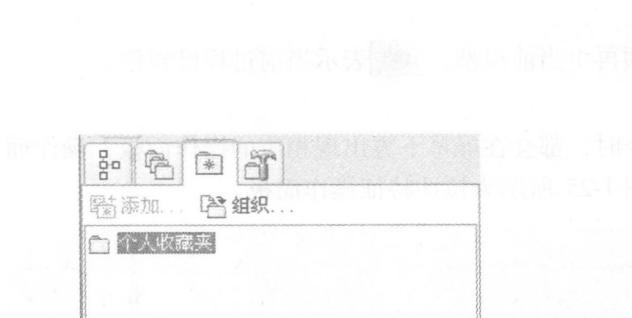

图 1-21 收藏夹选项目
(3) 收藏夹 它用于收藏常用的文件或者网址，如图 1-21 所示。